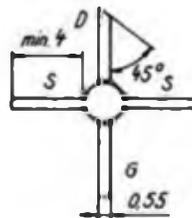

Bild 3: Maßbild und Anschlußbelegung für CFY 19
- CFY 19 (Bild 3): CEREC-Gehäuse, bei diesem Typ 1 µm Gate-Length, etwa 29 DM